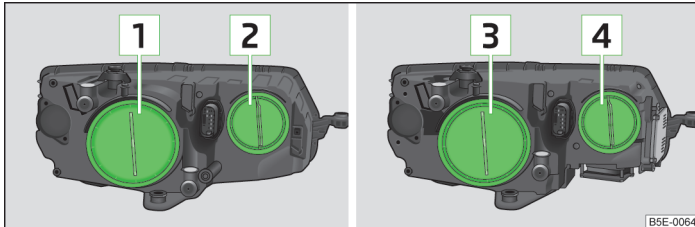

Abb. 218 Glühlampenordnung: Scheinwerfer mit Halogen-Licht / mit Xenon-Licht
- › Die Gummiaabdeckung  1 » Abb. 218 auf Seite 256 abnehmen.
- › Die Gummiaabdeckung  2 » Abb. 218 auf Seite 256 abnehmen.
- › Die Gummiabdeckung » Abb. 218 auf Seite 256 abnehmen.